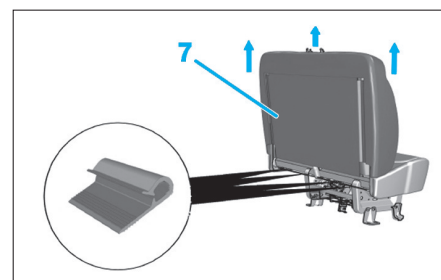

Fig. 28
- A l'aide d'un tournevis plat, dégrafer la housse (7) et la déposer (Fig.28).